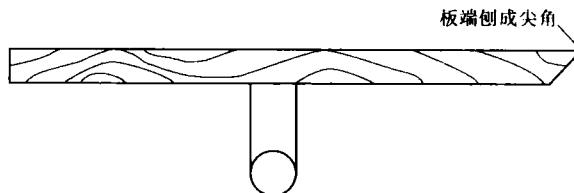

图 1-1 托灰板
- (1)机械:砂浆搅拌机、麻刀机、纸筋灰搅拌机。
(2)工具:筛子、手推车、铁板、铁锹、平锹、灰勺、水勺、托灰板(图 1-1)、木抹子、铁抹子、阴阳角抹子、塑料抹子、刮杠、软刮尺、软毛刷、钢丝刷、长毛刷、鸡腿刷、粉线包、钢筋卡子、小线、喷壶、小水壶、水桶、扫帚、锤子、鳌子等。